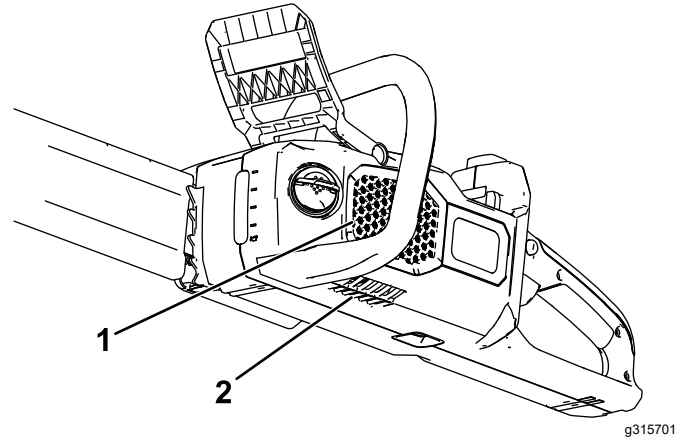

Figura 8
1. Compruebe que los orificios de ventilación de la motosierra están libres de polvo y residuos (Figura 8).